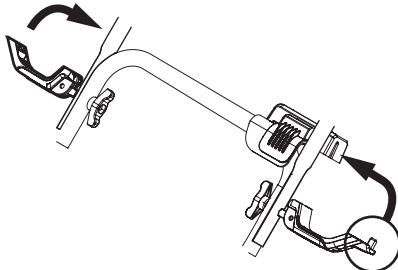

Figura 5
6. Dé vuelta las dos palancas del asa (que se desatabaron en el PASO 4) hacia arriba hasta la posición en que se bloquean con el fin de sujetar el asa superior en la posición de funcionamiento (Figura 5).